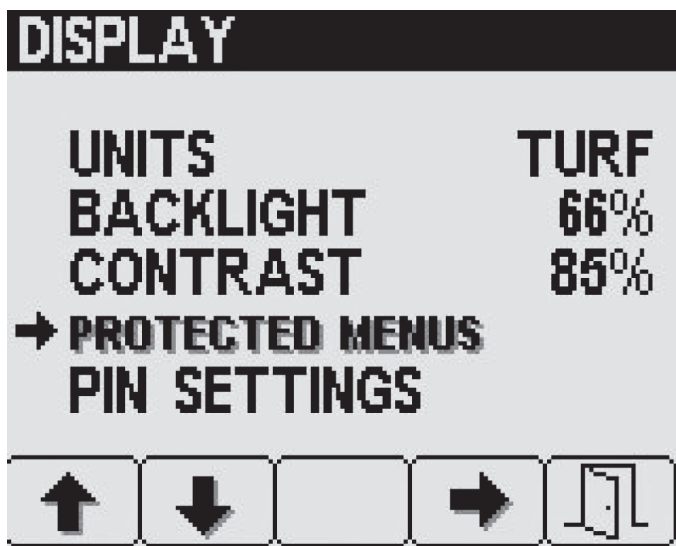

Bild 29
1. Drücken Sie auf den Bildschirm „Display“ die Taste 2, um auf „Geschützte Menüs“ zu navigieren und drücken Sie Taste 4, um „Geschützte Menüs“ auszuwählen (Bild 29).
2. Drücken Sie Taste 2, um auf den gewünschten Eintrag im geschützten Menü zu navigieren (Bild 29).